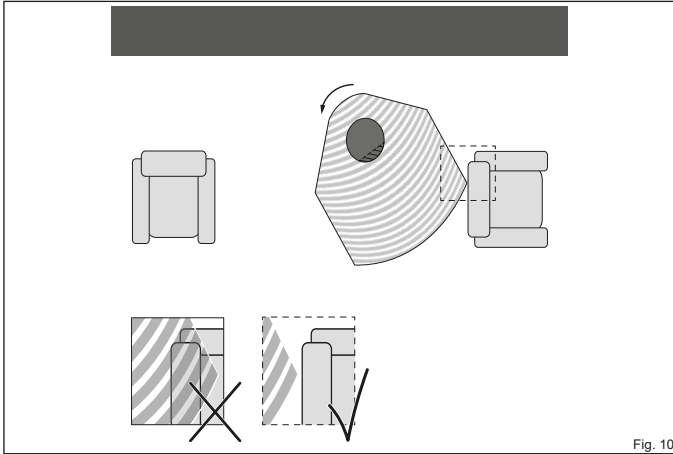
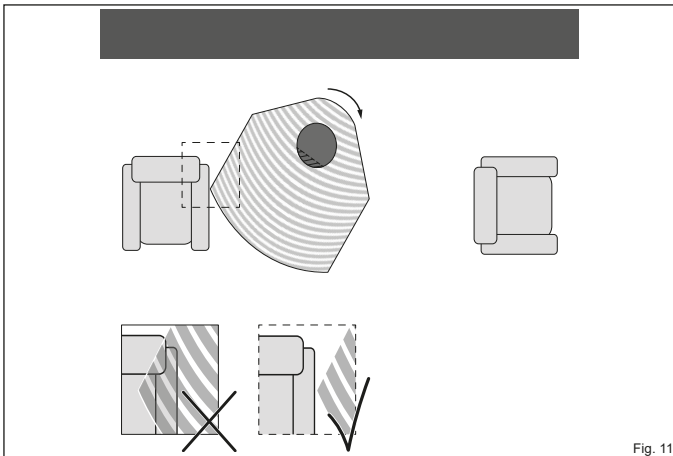

Fig. 10
Fig. 11
- ▶ Aucun matériau inflammable, par ex. un meuble, ne doit se trouver dans la zone de rayonnement située dans l'angle de rotation paramétré pour le poêle. (Fig. 10 et Fig. 11).